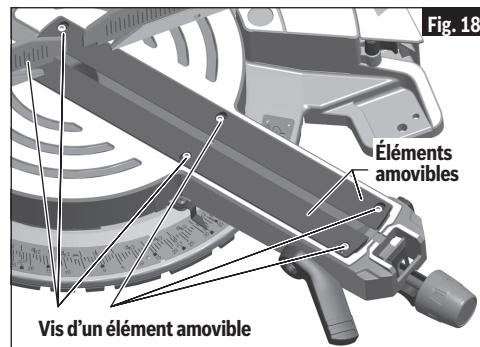

Fig. 18
- Desserrez les six vis pour les entailles de direction du trait de scie en utilisant la clé hexagonale de 6/4 mm fournie (Fig. 18).